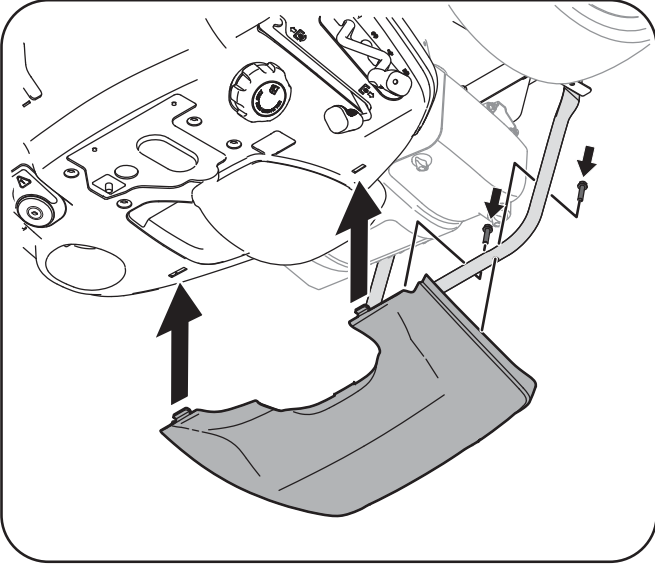

Figure 3-11
1. Retirez les deux vis hexagonales installées en usine situées sur le capot moteur. Conservez les vis pour des instruction plus tard. Voir Figures 3-11.
2. Installez le capot de moteur arrière en le plaçant comme à la Figure 3-11. Faites-le basculer vers l'avant pour l'ajuster dans les fentes aménagées, puis inclinez-le vers l'arrière pour aligner les trous de montage.